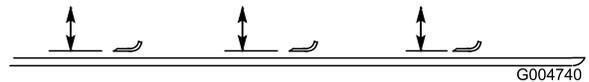

Figure 84
2. Tournez la lame dans le sens longitudinal (Figure 84). Mesurez la distance entre l'intérieur du plateau de coupe et le tranchant à l'avant de la lame. Notez cette valeur.